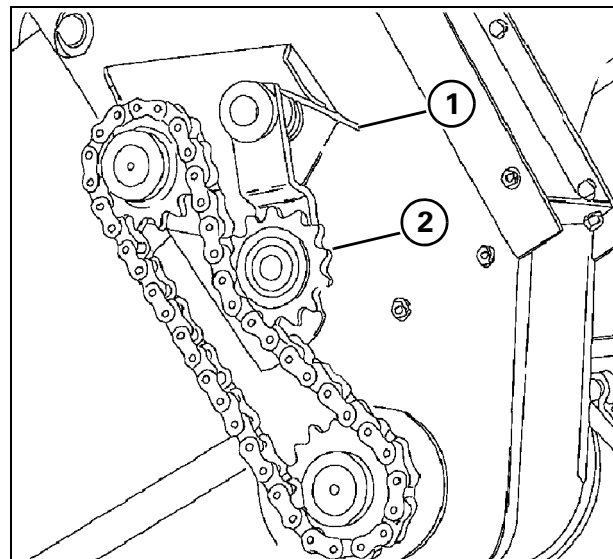

Рис. 34
**27.) Приводной ремень шнека недомолота - Рис. 34**